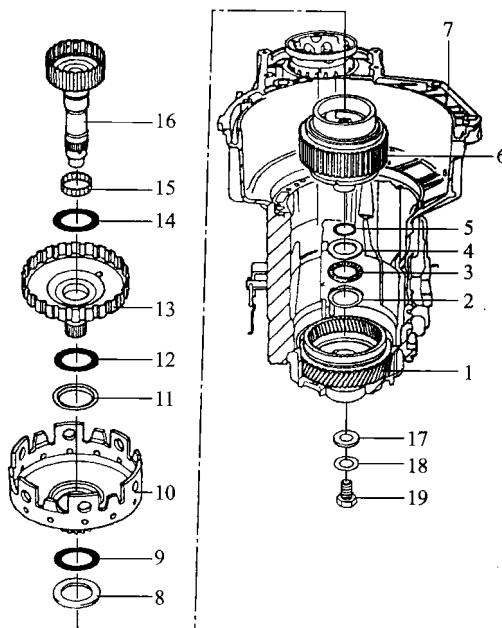
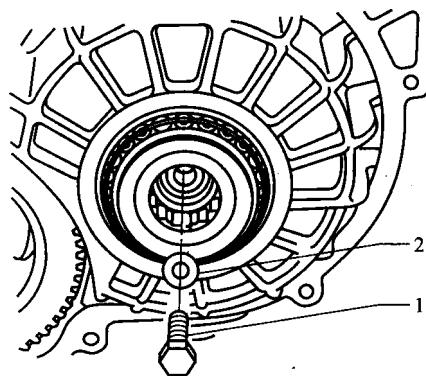

图5-34 行星齿轮机构部件分解图
图 5-36 装上带垫圈的小输入轴螺栓
行星齿轮机构部件分解图如图5-34所示,调整行星架时,不需装上调整垫片17。
- ① 调整行星架时,将所有部件(图5-34中的2~16)装入变速器壳体。
- ② 将螺丝刀插入大太阳轮孔内,以便紧固小输入轴螺栓。
- ③ 装上带垫圈的小输入轴螺栓,不用装调整垫片,如图5-36所示。